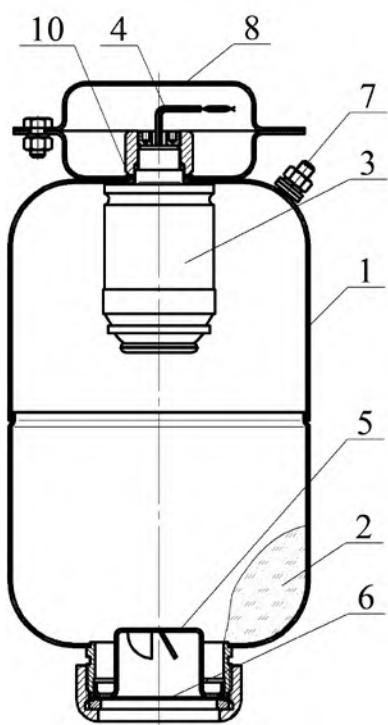
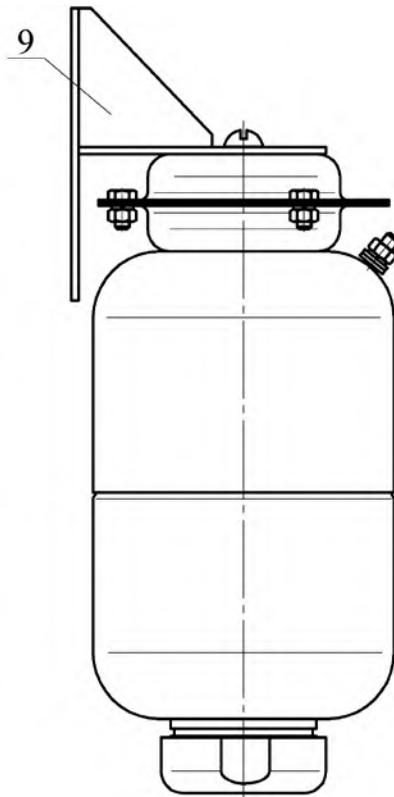

Рисунок 1
Рисунок 2
4.1.1 МПП (см. рисунки 1 и 2) состоит из корпуса 1, в котором размещаются огнетушащий порошок (ОП) 2 и источник холодного газа (ИХГ) 3 с элементом электропусковым 4. В нижней части корпуса находится насадок-распылитель 5, выходное отверстие которого перекрыто мембраной 6. Модуль имеет заземляющий зажим 7. В верхней части МПП снабжен кронштейном 8 для крепления к потолочному перекрытию (рисунок 1) или закрепленным на кронштейне 8 переходником 9 для крепления на стене (рисунок 2).
6.2 Закрепить кронштейн 8 (см. рисунок 1) на потолке или переходник 9 (см. рисунок 2) с кронштейном 8 (см. рисунок 2) на стене. Для крепления кронштейна потолочного крепления в центральной его части выполнено отверстие Ø10,5 мм. Координаты отверстий в переходнике, предназначенном для крепления МПП на стене, приведены на рисунке 3. В горизонтальном положении в зависимости от места крепления и направления насадка-распылителя крепление допускается как при помощи потолочного кронштейна, так и при помощи настенного переходника.
7.3 Комплект поставки для перезарядки МПП (см. рисунок 1):